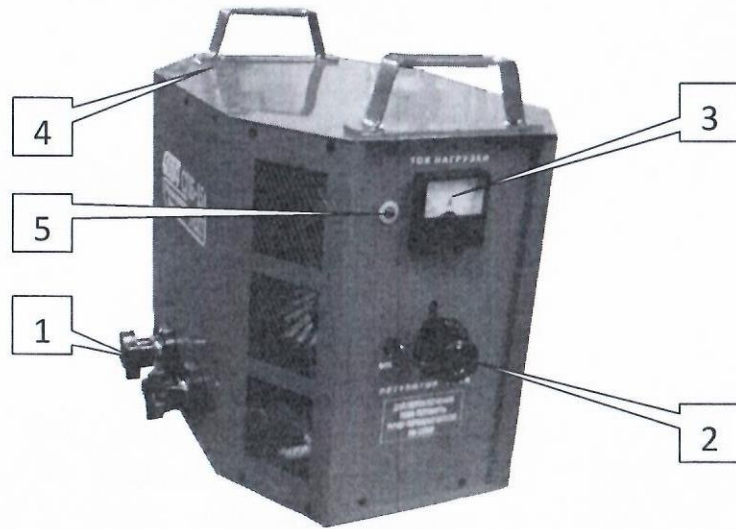

Рис.1. Общий вид станции прогрева бетона.
2.1. Станция представляет собой высокоэффективный понижающий трансформатор с принудительным воздушным охлаждением и защитой от перегрева трансформатора. Станция «Дуга СПБ-15NEXT» смонтирована в стальном корпусе (Рис.1 поз.4).
2.2. На лицевой панели (рис.1) размещены: амперметр (Рис.1 поз.3) для контроля тока нагрузки, ступенчатый регулятор тока на 13 положений (Рис.1 поз.2), рычаг «Стоп» (Рис.1 поз.5 и 6), светодиод (Нагрузка) (Рис.1 поз.5).
Светодиод «Нагрузка» (Рис.1 поз.5) светится при подаче напряжения на нагрузочные клеммы станции посредством нажатия регулятора тока нагрузки (Рис.1 поз.2) по направлению «от себя» до щелчка. При этом нагреватели бетона подключаются к электропитанию через нагрузочные клеммы станции. При превышении рабочей температуры трансформатора свыше 110°C Цельсия, термостат, вмонтированный в трансформатор, сработает, произойдет автоматическое отбрасывание переключателя и соответственно разрыв электрической цепи. Нагреватели бетона будут обесточены. Светодиод «Нагрузка» погаснет.
* подключить промежуточные соединительные провода нагрузки к выходным зажимам станции (Рис.1 поз.1).
5.5. Установить переключатель в крайнее левое положение, на минимум вторичного напряжения – 18В нажатием на ручку переключателя до щелчка – величина тока нагрузки контролируется по амперметру (Рис.1 поз.3).
– величина тока нагрузки контролируется по амперметру (Рис.1 поз.3);